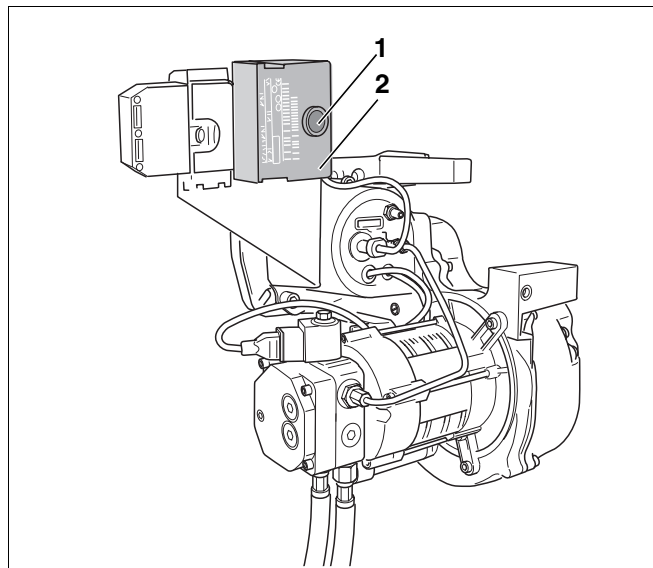

Рис. 13 Кнопка подавления помех и сигнальная лампа
- Выпустите воздух из системы с помощью встроенного топливного насоса без повторного нажатия кнопки подавления помех (рис. 13, поз. 1).
- Нажать кнопку подавления помех (рис. 13, поз. 1), горелка переходит в стартовый или рабочий режим.
- Нажмите кнопку подавления помех (рис. 13, поз. 1, стр. 19).